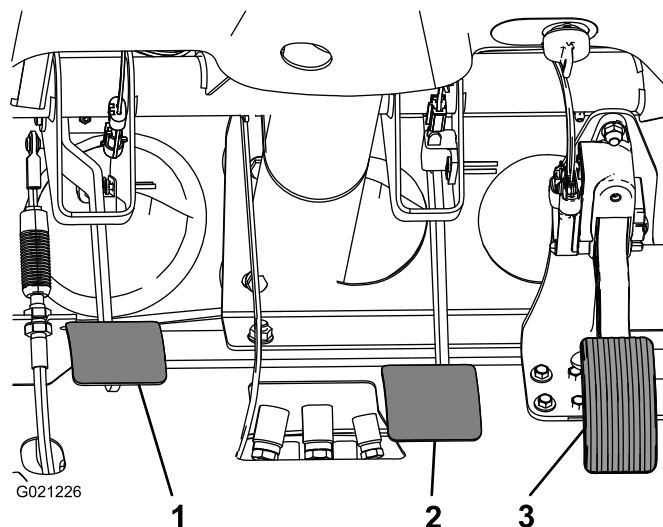

Figura 67
2. Sollevate il pedale del freno (Figura 67) fino a quando non viene a contatto con il telaio.
3. Allentate i controdadi che fissano la forcella all'albero del cilindro principale (Figura 67).